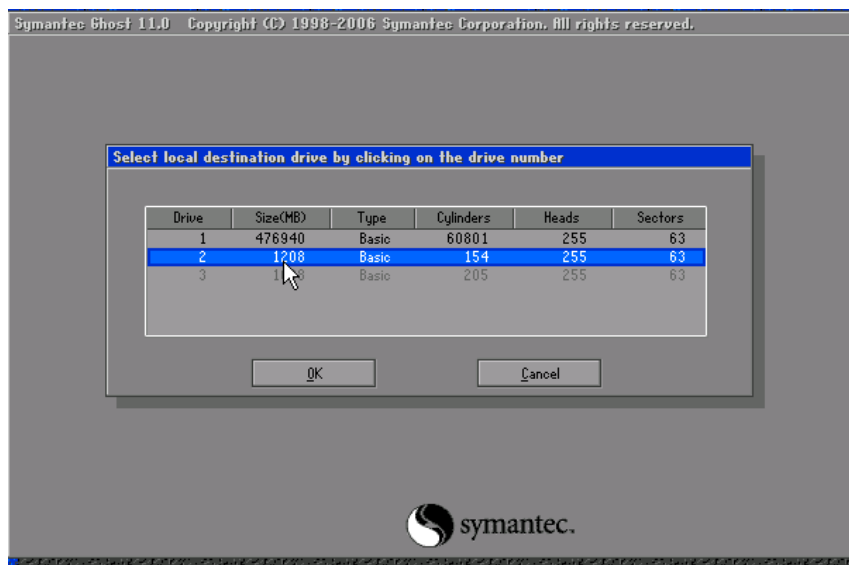

图 5-45 选择第一个硬盘
(3) 然后单击“OK”按钮，出现一个新的界面，我们选择第一个硬盘，如图 5-45 所示。